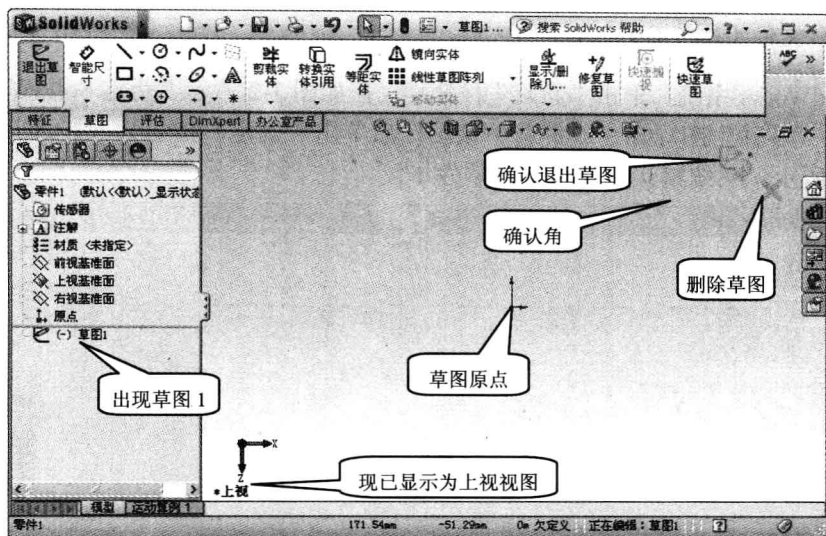

图 1-9 系统进入“草图 1”绘制状态
(2) 移动光标到“上视基准面”线上单击, 显示发生更改, 上视基准面对着用户, 同时在控制区回退控制棒下面出现“草图 1”, 如图 1-9 所示。